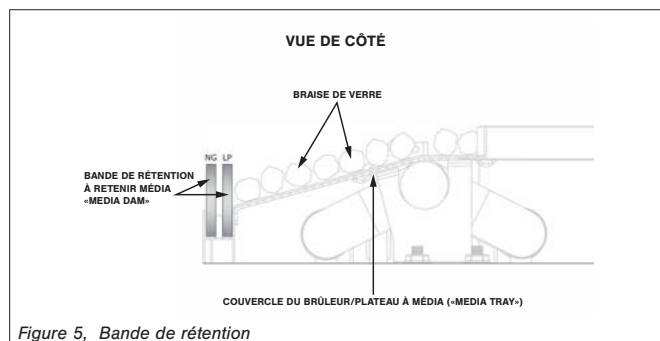

Figure 5, Bande de rétention
- Étape 3: Réinstaller la bande de rétention à retenir média pour la position de gaz propane. Voir la Figure 5 à la page 6.